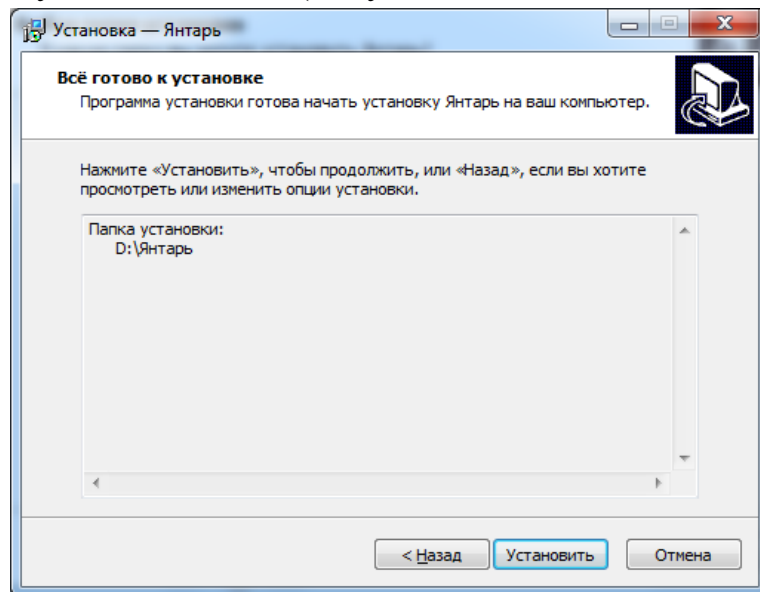

Рисунок 15.9.
3. Нажать кнопку «**Установить**» (Рисунок 15.9).